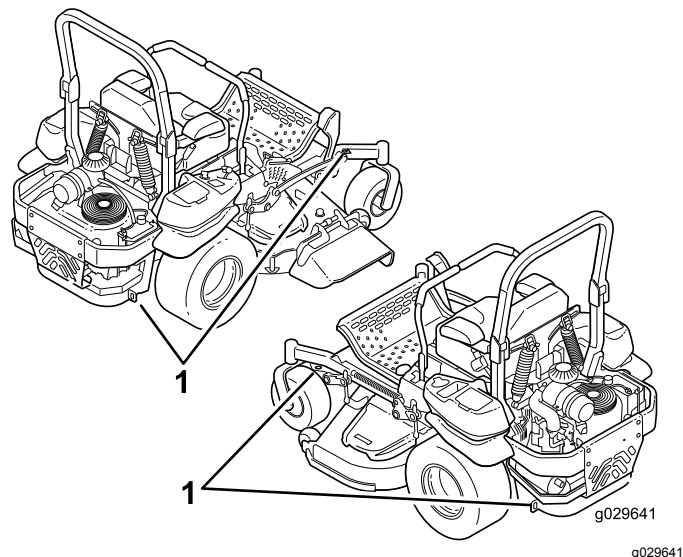

Figura 40
5. Utilice los puntos de amarre de la máquina para sujetarla firmemente al remolque o al camión con correas, cadenas, cables o cuerdas (Figura 40).